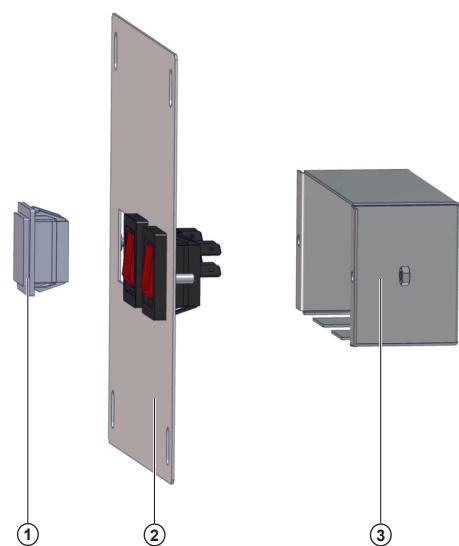
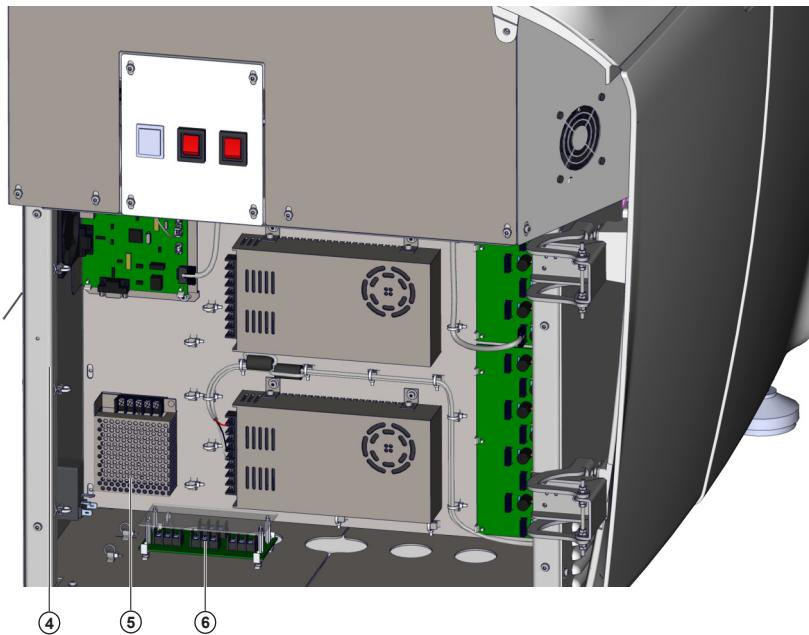
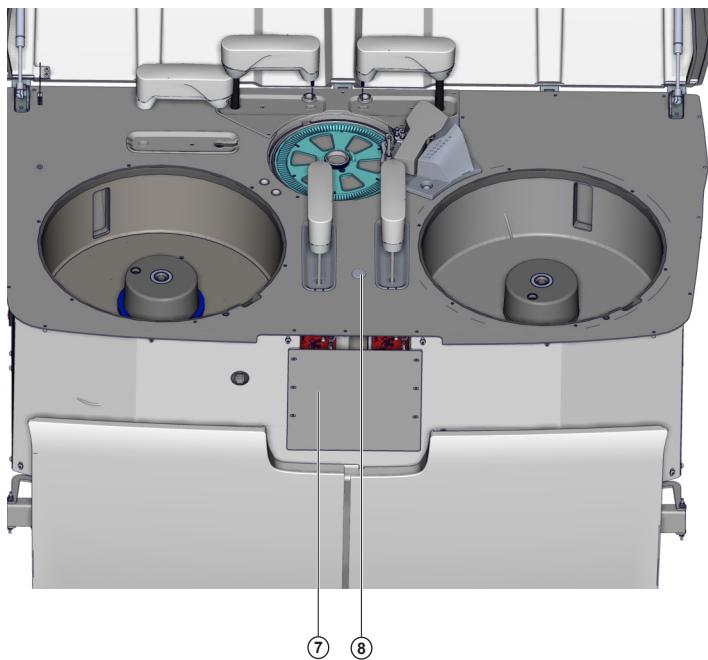
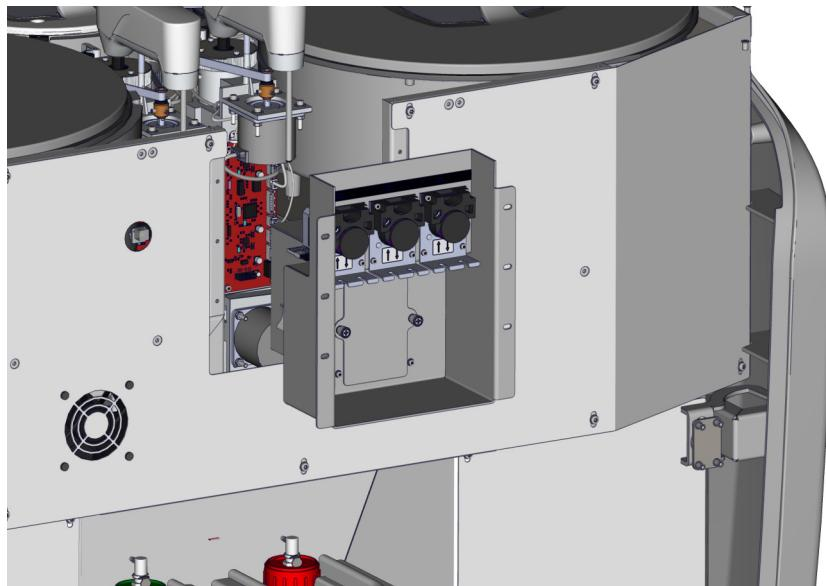

Ilustración 8.12 Desmontaje conjunto interruptores
Ilustración 8.13 Montaje fuente alimentación módulo ISE
Ilustración 8.14 Ubicación de las tapas
Ilustración 8.15 Montaje módulo ISE
2. Desmonte la tapa superior. Quite de la tapa el tapón del orificio para dispensar la muestra al módulo ISE(8). Véase Ilustración 8.14
3. Desmonte la carcasa delantera superior conjuntamente con la tapa ISE (7)
4. Desmonte el conjunto de los interruptores (2). Véase Ilustración 8.12
5. Quite la tapa del interruptor (1)
8. Cierre el conjunto de interruptores, con la caja de protección (3) y colóquelo en su lugar. Véase Ilustración 8.13.
9. Descienda el cableado por la columna del analizador (4). Véase Ilustración 8.13.
10. Coloque la fuente de alimentación (5) según la ilustración anterior.
12. Conecte el otro extremo en la placa de distribución AC (6).
14. Inserte el módulo en el alojamiento. Véase Ilustración 8.15. Utilice los mismos tornillos que sujetan la tapa para atornillar el módulo.